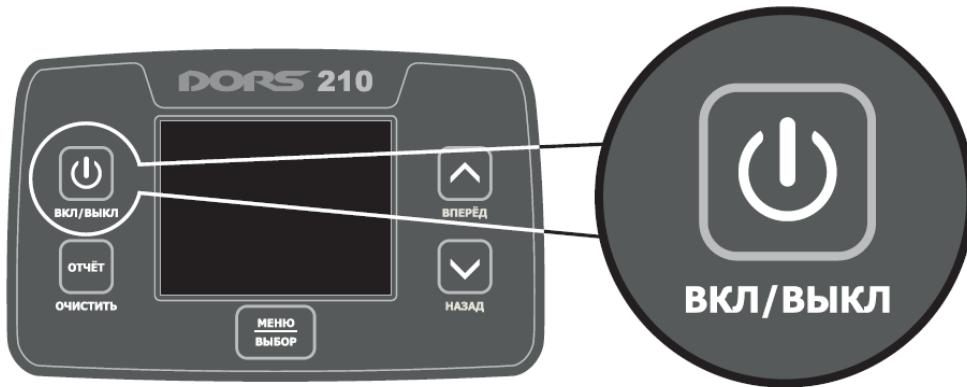

Рис. 4.1
2. Включение прибора производится длительным нажатием на кнопку «Вкл/Выкл» см. рис.4.1.